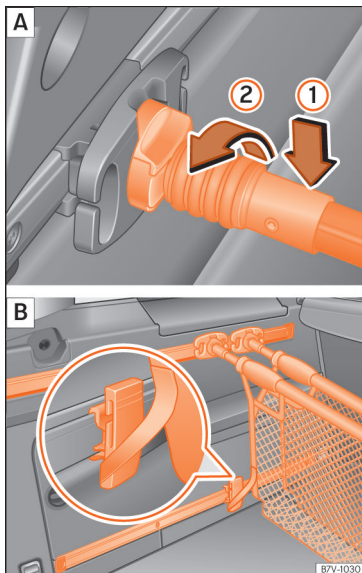

Abb. 147 Kuvertnetz einhängen A und als Tasche verwenden B.
Haltestange von oben in die Kuvertnetz-Halterung legen » » **Abb. 147** ① und um 90° nach links drehen ②. Die rote Markierung an
- Fixierband des Kuvertnetzes von unten in ein verschiebbares Fixierelement einhängen » » **Abb. 147 B**.